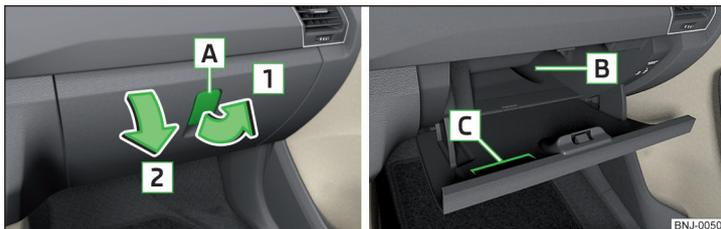

Abb. 80 Ablagefach öffnen / Innenraum des Ablagefachs
**Ablagefach** » Abb. 80
➤ Den Öffnungshebel **A** in Pfeilrichtung **1** » Abb. 80 ziehen.
➤ Den Deckel entgegen der Pfeilrichtung **2** » Abb. 80 schwenken, bis dieser hörbar einrastet.